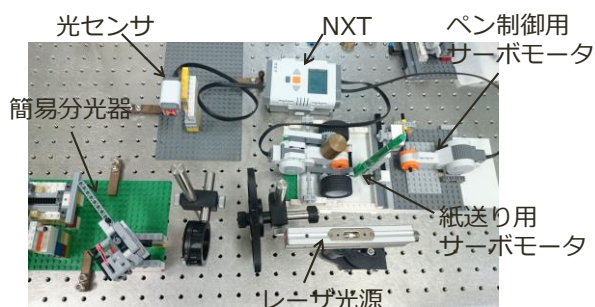

Fig.1 Experimental Setup
- (1) サーボモータにステップ状の入力信号を与え、その応答(モータ回転挙動)を確認することで、PID 制御パラメータ値 (K_p, K_i, K_d) を見積もった。
- (2) LEGO ブロック部材および NXT でペンレコーダシステムを作製し動作を検証した(Fig.1)。簡易分光器から回折光を光センサによって電気信号に変換し、NXT にスペクトルデータとして記録する。同時に、サーボモータを制御し、ペンレコーダにデータを出力し、スペクトルを描画させる。